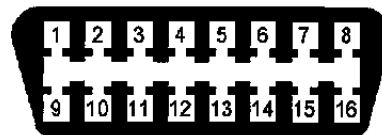

Рис. 2. Колодка OBD-II.
- На а/м ГАЗ с двигателями под нормы Евро3 и двигателями Chrysler 2.4L ДОНС устанавливается 16-ти, контактная диагностическая колодка стандарта SAE J1962 (OBD-II) (см.рис.2). Колодка расположена под рулевой колонкой справа (над педалью акселератора).
- На а/м УАЗ устанавливается 16-ти контактная диагностическая колодка стандарта SAE J1962 (OBD-II) (см.рис.2). В зависимости от года выпуска, она расположена в моторном отсеке справа, рядом с блоком управления двигателем или в салоне под рулевой колонкой. Также на более старых автомобилях в моторном отсеке может быть установлена 12-ти контактная диагностическая колодка ГАЗ-12.